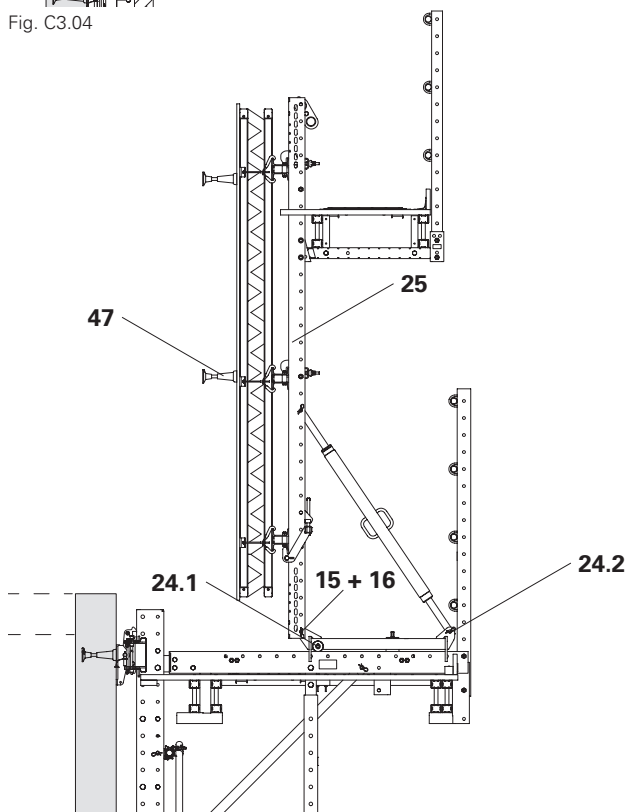

Fig. C3.05
7. Montare l'ancoraggio laterale (**47**). (Fig. C3.05)